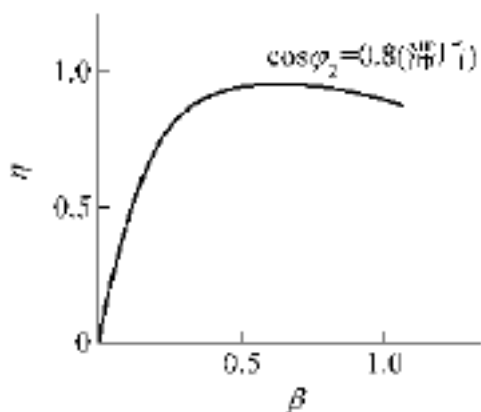

图 5.4
5.25 某台变压器带电阻电感性 $\cos \varphi_2 = 0.8$ 时的效率特性如图 5.4 所示, 请在该图中定性画上 $\cos \varphi_2 = 1$, $\cos \varphi_2 = 0.8$ (领先) 及 $\cos \varphi_2 = 0.6$ (滞后) 三种负载情况下的效率特性。